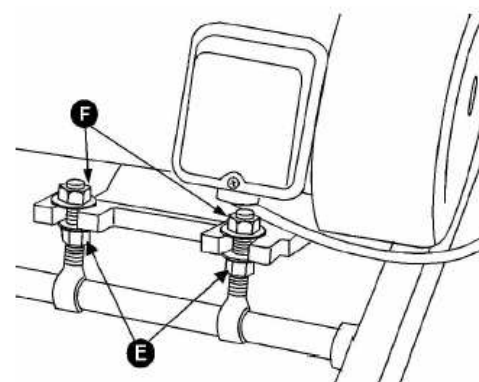

Рис. 11
3. При необходимости в регулировке натяжения ремня ослабить пару гаек (**Рис. 11**, E и F) и вращением другой пары поднимать или опускать плиту двигателя, затем вновь затянуть гайки.